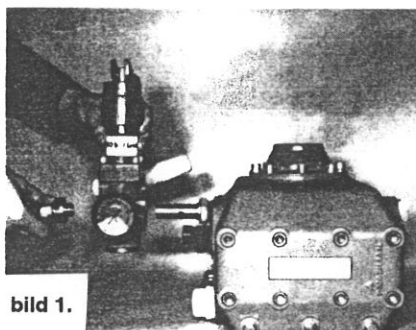

bild 1.
- Bild 1. Montera pumparmaturen med hålskruv, tryckinställningventil och anslutningsnippel.